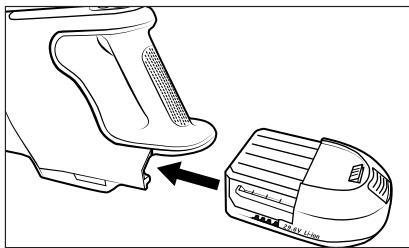

Fig. 3
- Infilare la batteria **2** nell'apparecchio finché non si innesta nell'apparecchio con un clic (vedere fig. 3).